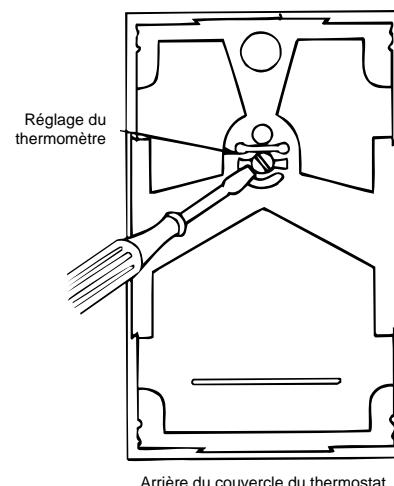

Figure 4. Étalonnage du thermomètre du thermostat
- Si les deux thermomètres ne concordent pas, introduisez la pointe d'un petit tournevis plat dans l'axe du thermomètre, qui est situé à l'arrière du couvercle. Réglez le thermomètre du couvercle pour le faire concorder avec l'autre (figure 4).